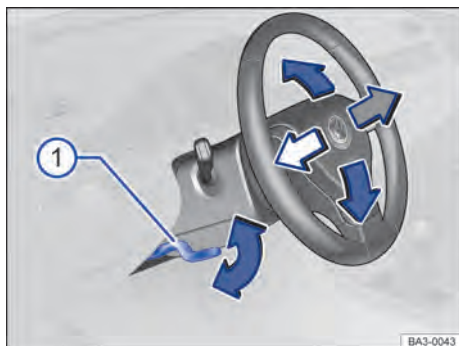

Fig. 61 Embaixo e à esquerda do volante junto com o revestimento da coluna de direção: alavanca de ajuste da posição do volante.
- Empurrar a alavanca para baixo segurando-a pelo seu manipulador → Fig. 61 ①.